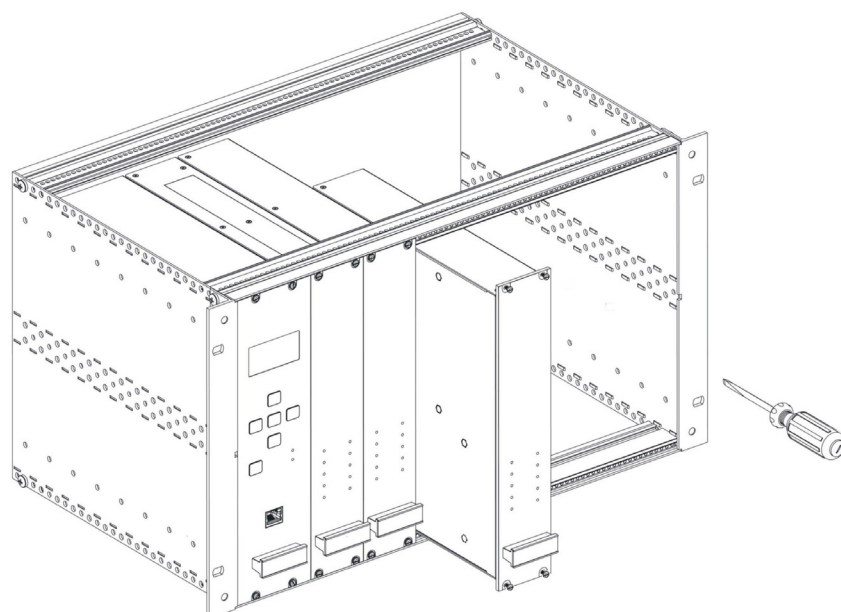

Fig. 2.-
1.- Posicione el módulo DT-301 / 302 junto al último módulo instalado sin dejar ningún espacio entre ellos. (Fig. 2)
4.- Atornille la carátula frontal del módulo a la guía superior e inferior de los perfiles frontales del subrack. (Fig. 2).
1.- *Position the DT-301 / 302 module next to the last module installed, leaving no empty space between them. (Fig. 2)*
4.- *Screw the front panel to the top and bottom of the subrack sections (Fig. 2).*
1.- Placez le module DT-301 / 302 à coté du dernier module installé sans laisser aucun espace vide entre eux. (Fig. 2).
4.- Visez le panneau à la guide haut et bas laquelle se trouve aux profilés frontaux du subrack (Fig. 2).